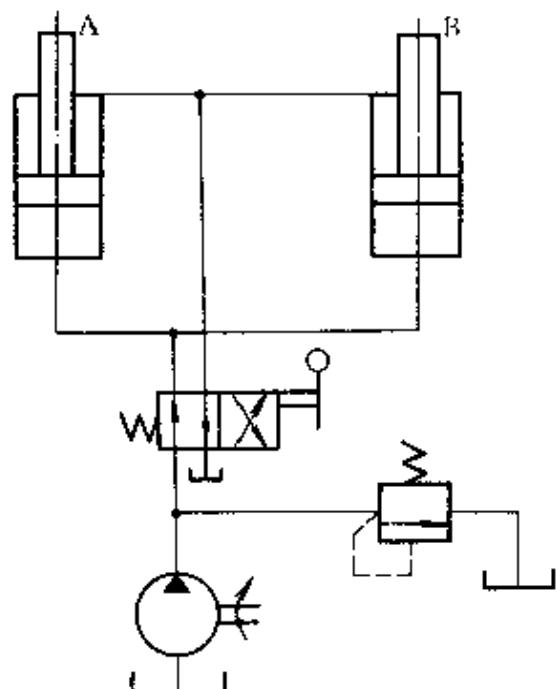

图 4-34 两缸并联液压系统
**例 12** 图 4-34 为两缸并联液压系统, 已知活塞 A 重 8kN, 活塞 B 重 4kN, 两缸无杆腔活塞面积均为  $100 \text{ cm}^2$ , 溢流阀调整压力为  $1.5 \text{ MPa}$ , 泵输出流量为  $5 \text{ L/min}$ 。试分析两缸是否同时运动? 计算两缸活塞的运动速度和液压泵的工作压力? 说明溢流阀的调整压力是否合理? 若溢流阀的调整压力为  $0.6 \text{ MPa}$ , 系统将是怎样的工作状态?